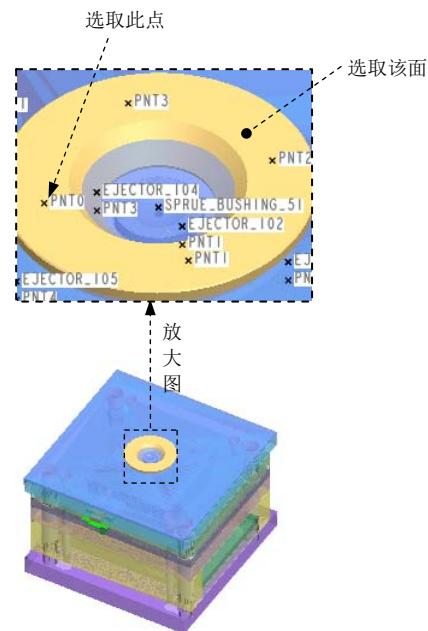

图 31.100 定义螺钉位置
Step3. 定义参考点。单击对话框中的 **(1) 点|轴** 按钮，此时系统弹出“选择”对话框，选择图 31.100 所示的点 “PNT0” 为螺钉定位点，在“选择”对话框中单击 **确定** 按钮。单击“螺钉”对话框中的 **(2) 曲面** 按钮，选择图 31.100 所示的面为螺钉定位面。单击“螺钉”对话框中的 **(3) 螺纹曲面** 按钮，再选择图 31.100 所示的面为螺纹曲面。
Step6. 参考以上步骤在图 31.100 所示的点所在的圆周上添加其他三点处的螺钉。